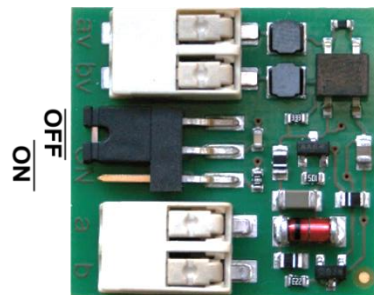

Abb. 4: Abschlusswiderstand setzen
- ▶ Stecken Sie den Abschlusswiderstand auf die Kontakte Position ON (Abb. 4), wenn sich die V2D-Innenstation am Ende des Video-2-Draht:BUS-Stranges befindet.